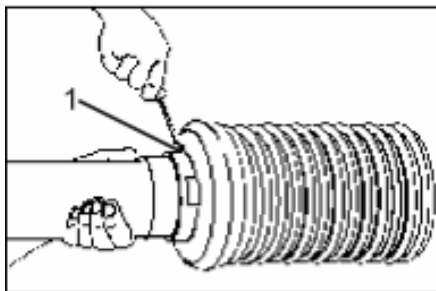

Fig. 8
- Skruva ut stoppskruven (Fig. 8/1)